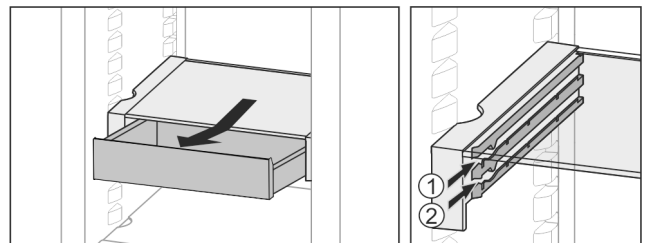

Fig. 25
- In beliebiger Höhe Fig. 25 (1) oder Fig. 25 (2) einschieben.